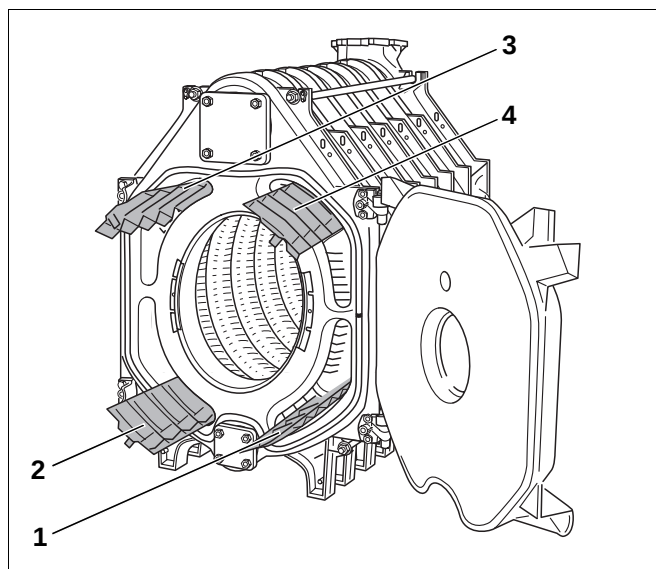

Abb. 36 Heizgaslenkplatten
- Heizgaslenkplatten aus der Beschlagteilkiste entnehmen und entsprechend der aufgegossenen Beschriftung in die Heizgaszüge einlegen (siehe dazu Abb. 36 und unten stehende Tabelle).